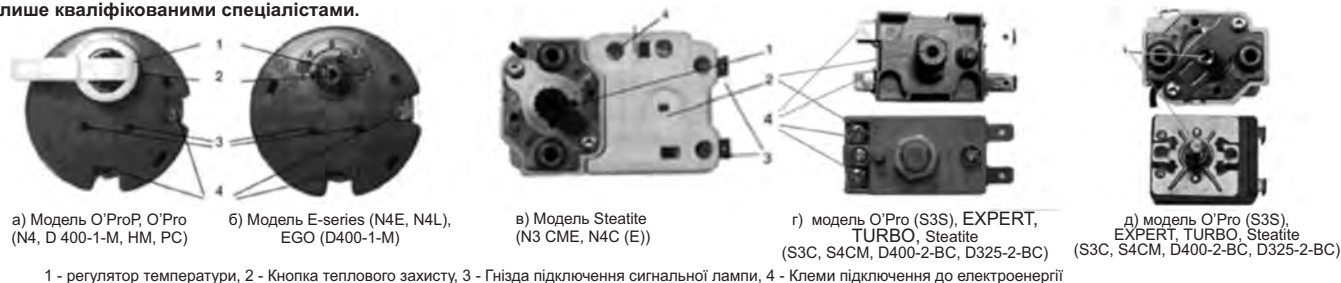

Рис. 3. Зовнішній вигляд терморегулятора
- натиснути на кнопку теплового захисту, яка розташована в корпусі терморегулятора (рис. 3 поз. 2).
- моделі Steatite (N3CM(E), N4C(E)) - на термостаті (рис. 3в) під захисною кришкою за годинниковою стрілкою;
- моделі E-Series, EGO - на термостаті (рис. 3б) під захисною кришкою проти годинникової стрілки.